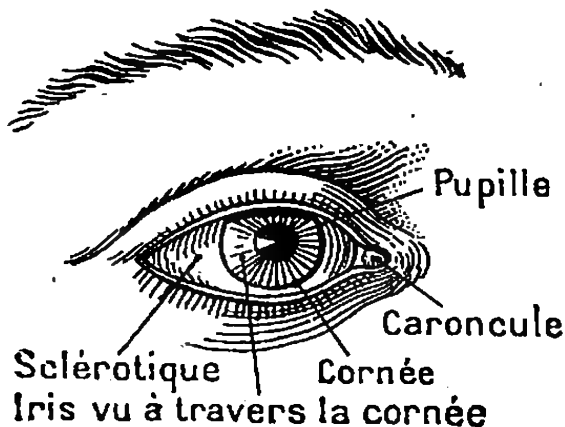

Fig. 157. — Œil, vu de face.
6. L'œil est l'organe de la vue (fig. 157). — C'est un globe formé